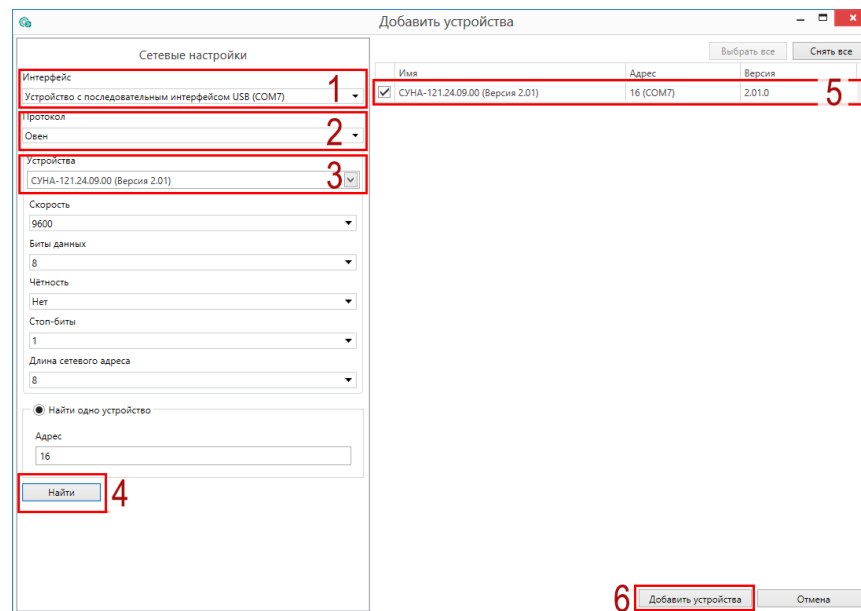

Рисунок 12.1 – Настройки связи с устройством
6. Выбрать интерфейс «Устройство с последовательным интерфейсом USB» (см. рисунок 12.1, 1). Номер COM порта, присвоенный прибору можно узнать в Диспетчере устройств Windows.
7. Выбрать протокол **ОВЕН** (см. рисунок 12.1, 2).
8. Выбрать устройство (Пункт 3 на рисунок 12.1). Модификация прибора указана на боковой стороне прибора.
9. Выбрать «Найти одно устройство», если добавляется один прибор. Запустить поиск нажатием на кнопку «Найти» (см. рисунок 12.1, 4).
10. Выделить найденное устройство (см. рисунок 12.1, 5).
11. Добавить устройство в проект Конфигуратора по нажатию кнопки «Добавить устройства» (см. рисунок 12.1, 6).
1. Нажать на кнопку  **Обновить устройство** в контекстном меню выбранного устройства или в главном меню. Откроется диалоговое окно для смены встроенного ПО устройства. Допускается обновление одного или нескольких устройств. Устройства следует выделить в области устройств (см. рисунок 12.1, 5) и выбрать **Обновить устройство** в контекстном меню или главном меню.